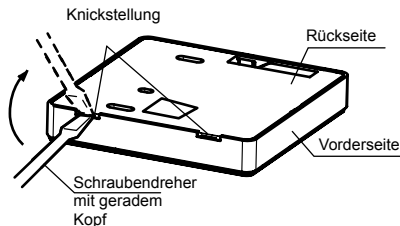

Abb. 3-2
- Stecken Sie einen Schlitzschraubendreher in die Schlitz im unteren Teil des Smart Ports (2 Stellen) und entfernen Sie den oberen Teil des Smart Ports. (Fig.3-2)